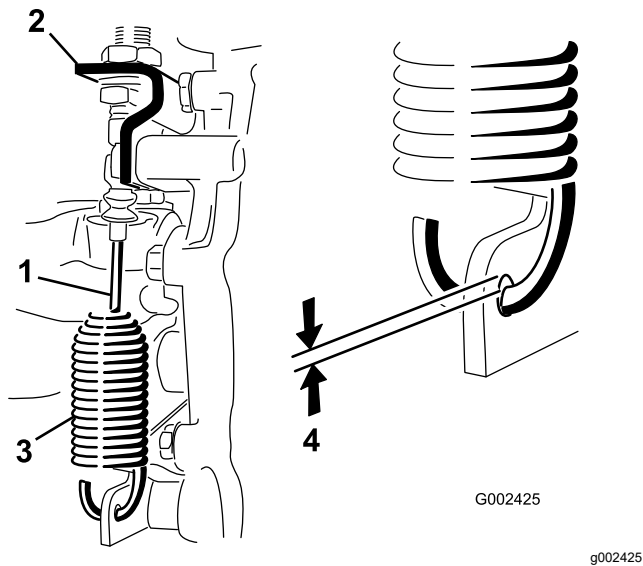

Figura 45
2. Slăbiți contrapiuliile care fixează cablul diferențialului autoblocant la suportul de pe cutia de viteze (Figura 45).